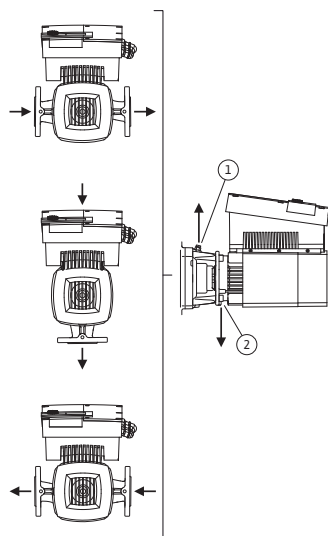

Fig. 23: Posizioni di montaggio ammesse con albero del motore orizzontale
- Con l'albero del motore orizzontale è necessario che il foro di condensa sia rivolto verso il basso (Fig. 23, pos. 2). Eventualmente il motore deve essere ruotato in modo corrispondente.